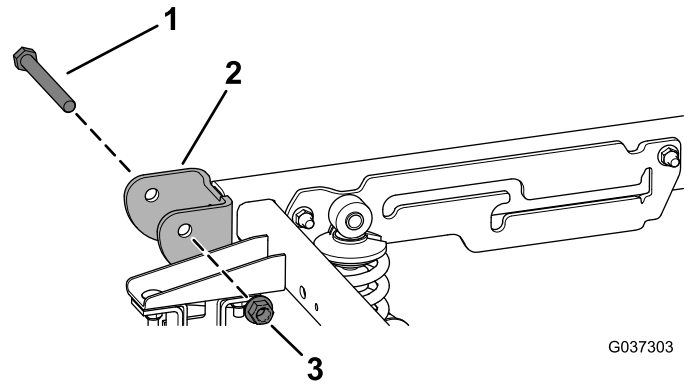

Bild 4
5. Entfernen Sie die beiden Lagerschrauben ($1/2'' \times 4 1/2''$) und die beiden Sicherungsmuttern ($1/2''$) aus der Schwenkhalterung an der Rückseite der Maschine (Bild 4).